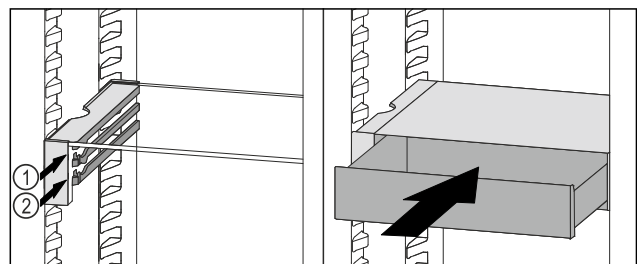

Fig. 83
- ▶ Placer le tiroir VarioSafe derrière les butées sur la nervure désirée Fig. 83 (1) ou Fig. 83 (2).